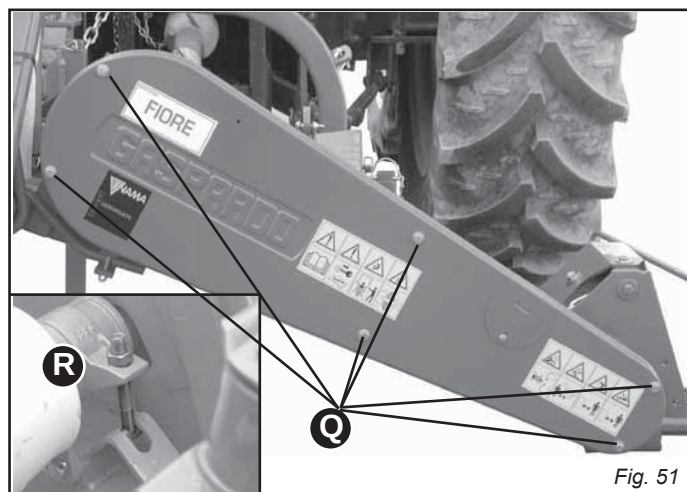

Fig. 51
- Отвинтите винты (Q, Рис. 51) и снимите защитный картер.
- Полностью ослабьте натяжитель ремня (R, Рис. 51).
- Установите на место защитный картер, закрепив его специально предназначенными винтами (Q, Рис. 51).